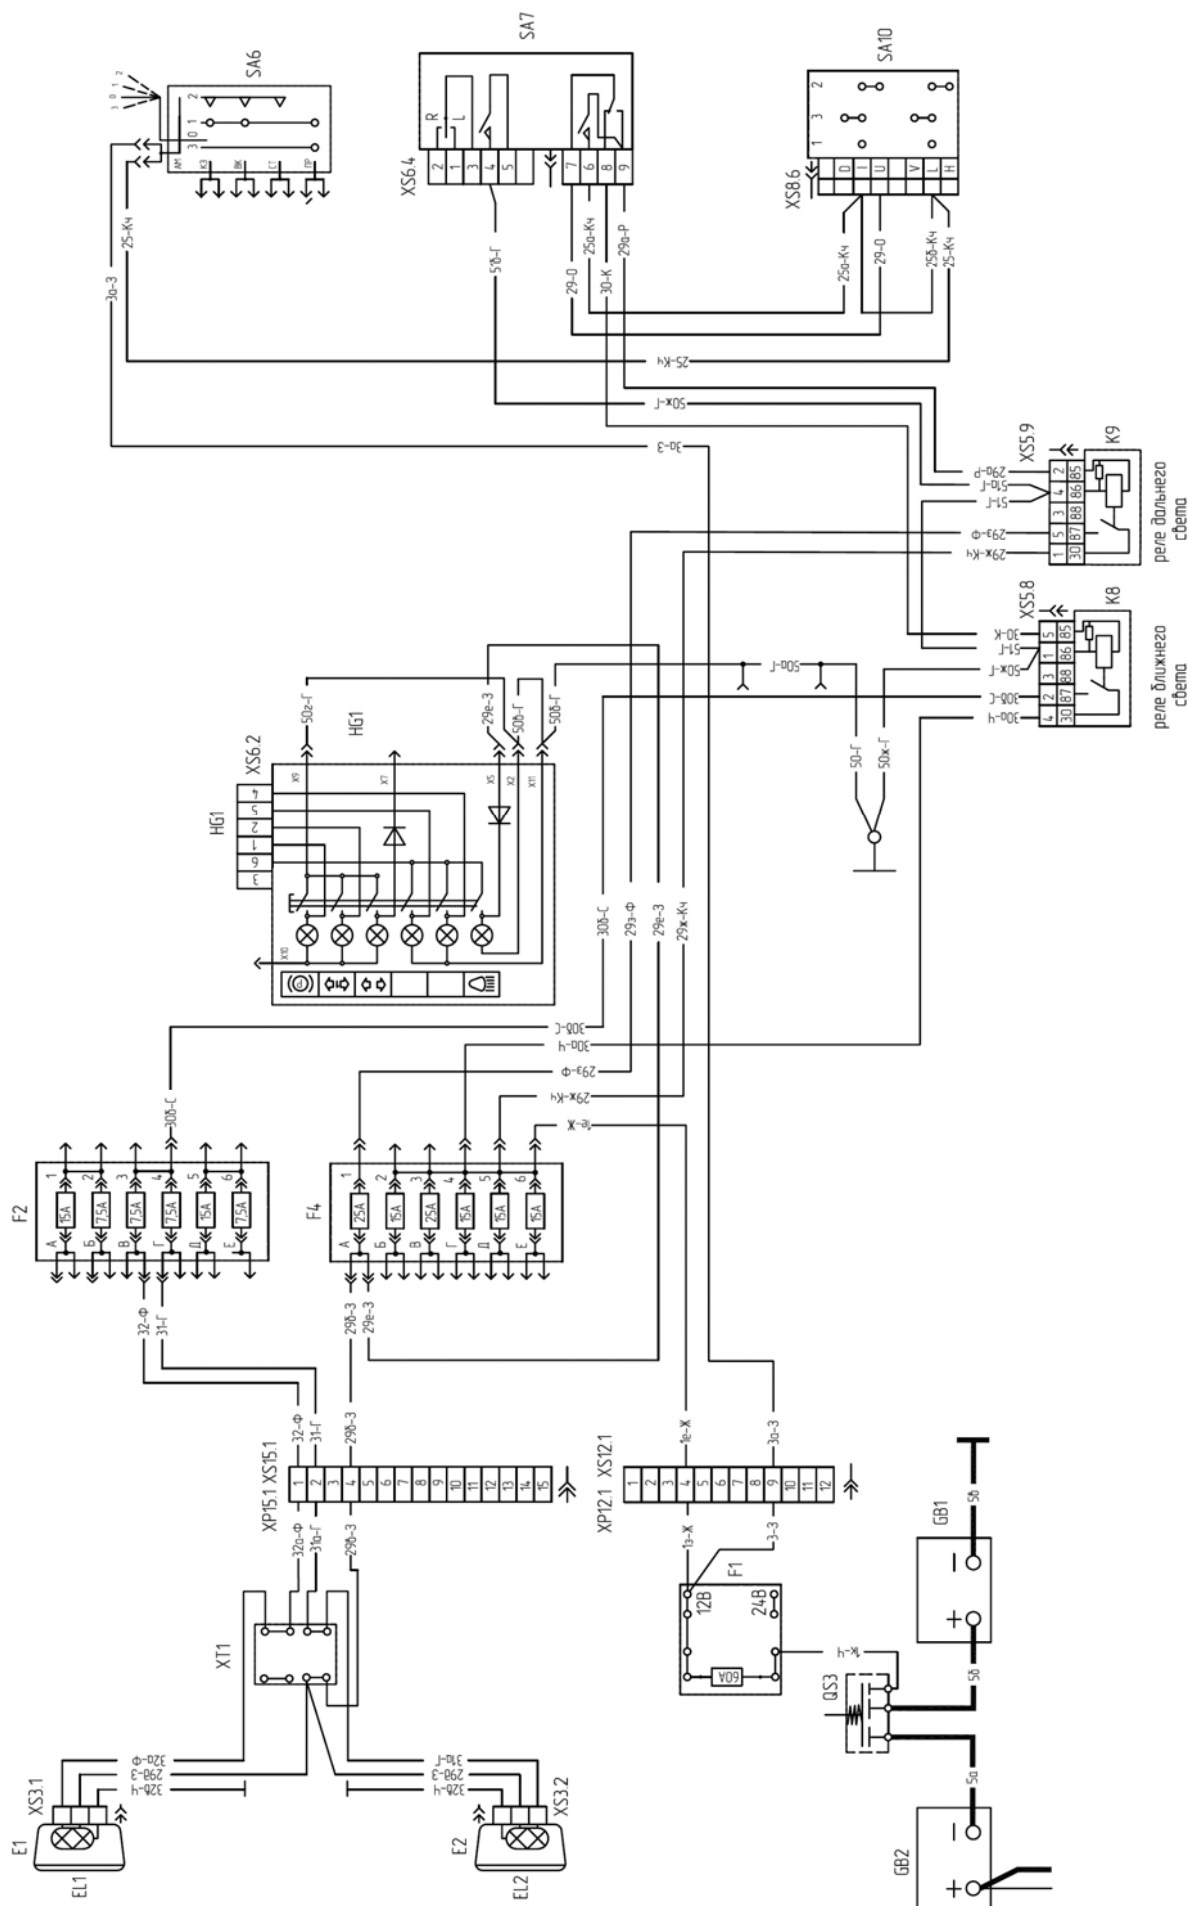

Рис.12-7.1 Схема включения дорожных фар
12.7. Возможные неисправности в системе освещения и световой сигнализации, радиооборудования, их устранение (рис. 12-7.1 ÷ 12-7.6).
Дорожные фары (рис. 12-7.1)